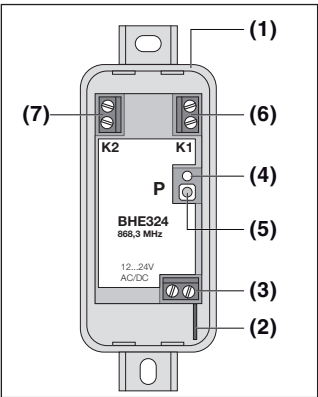

Fig. 1
2.1 Empfänger BHE324 (Fig. 1)
2.1 Receiver BHE324 (Fig. 1)